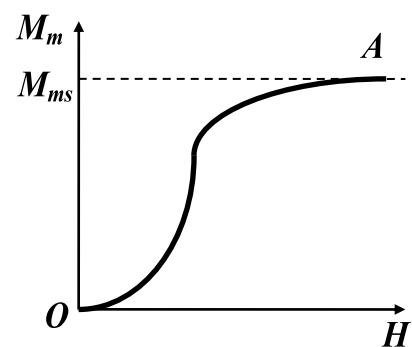

Рис.3
- 2) сложная нелинейная зависимость между  $M_m$  и  $H$  (рис. 3). По мере увеличения напряженности намагничивающего поля намагниченность сначала растет, а затем становится постоянной  $M_m = M_{ms}$  (насыщение). Заметим, что поскольку непосредственно  $M_m$  измерить сложно, на практике измеряют не намагниченность, а связанную с ней величину  $\mathbf{B}$  (см. (3)):  $\mathbf{B} = \mu_0(\mathbf{M}_m + \mathbf{H})$ . Зависимость  $\mathbf{B} = f(\mathbf{H})$  изображена на рис. 2. Кривая  $OA$  называется основной кривой намагничивания;